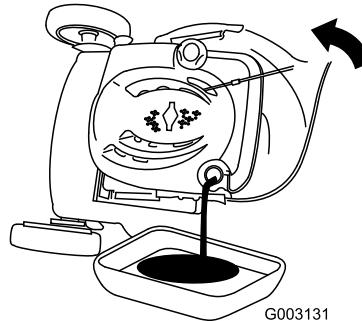

Figura 43
3. Inclinete il tosaerba sul fianco, con il filtro dell'aria in alto, per scaricare l'olio usato attraverso il tubo di riempimento (Figura 43).